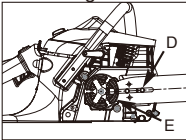

Fig. 3C
6. Placera sågsvärdets ände med spåret över svärdsbultarna (D). Skjut svärdet bakom kopplingsstrumman (E) tills svärdet stoppar. (Fig. 3C)